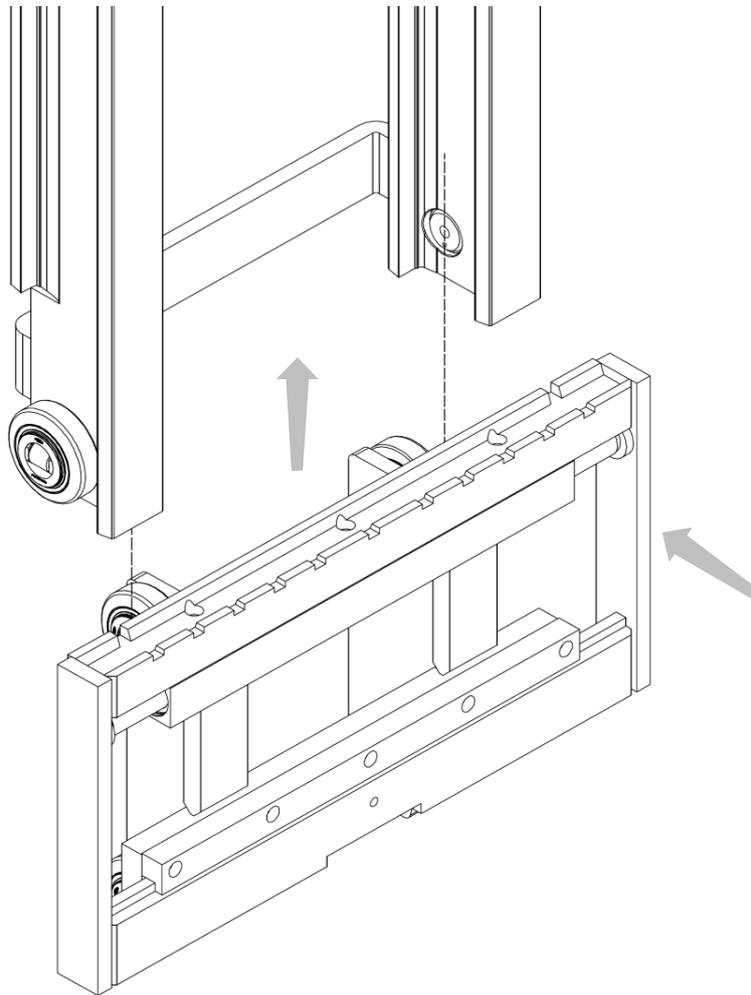

Figure 10
5. Installer l'équipement dans le montant en enfilant les rouleaux dans les rails de guidage et fixer les chaînes dans les trous des épaulements conformément aux instructions du fabricant du montant (voir *Figure 10*).